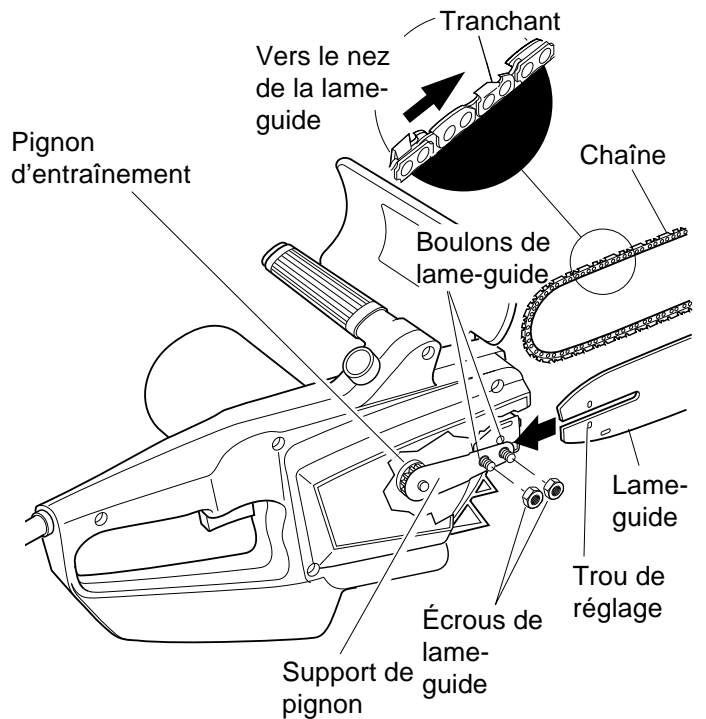

Figure 16 - Assemblage de la lame-guide, de la chaîne et de l'écran de protection de la main
1. Avant de régler la chaîne, s'assurer que les écrous de la lame-guide sont serrés seulement à la force des doigts. (Voir la figure 16, page 13.) Veiller aussi à ce que le bloc de réglage soit dans le trou de réglage ovale, sur la lame-guide. (Voir les figures 16 et 17, page 13.)
3. Dévisser les écrous des boulons de la lame-guide. (Voir la figure 16.)
Note: S'assurer que les tranchants de la chaîne sont tournés dans le bon sens. Positionner la chaîne de manière que les tranchants se trouvant sur le haut de la lame-guide soient tournés vers le nez de la lame-guide. (Voir la figure 16.)